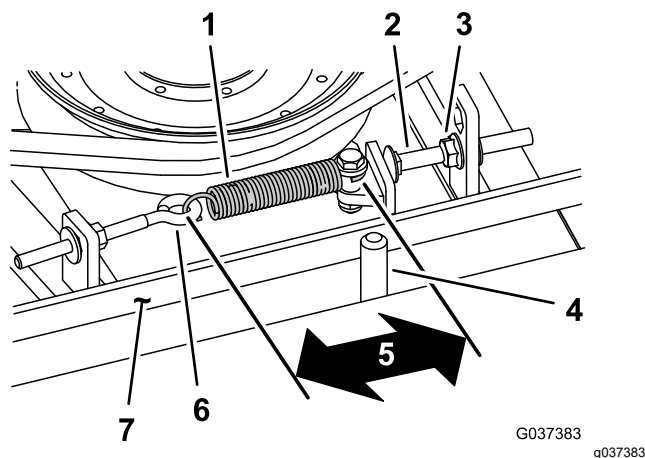

Рисунок 113
При правильном натяжении внутренняя длина пружины растяжения (между зацепами) должна быть приблизительно 8,3–9,5 см. После того, как будет достигнуто правильное натяжение пружины растяжения, отрегулируйте упорный болт (кадетный болт) так, чтобы между головкой болта и рычагом натяжного ролика оставался зазор 2–5 мм. (Рисунок 113).
Примечание: Убедитесь, что ремень расположен на направляющей ремня со стороны пружины (Рисунок 113).
2. Ослабьте рым-болт, чтобы можно было снять пружину растяжения (Рисунок 113).
3. Ослабьте фланцевую гайку, которая крепит упорный болт к монтажному выступу, и отодвиньте натяжной ролик от ремня, чтобы ослабить натяжение ремня (Рисунок 113).
9. Подсоедините пружину растяжения (Рисунок 113) к рым-болту и натяните ремень следующим образом: